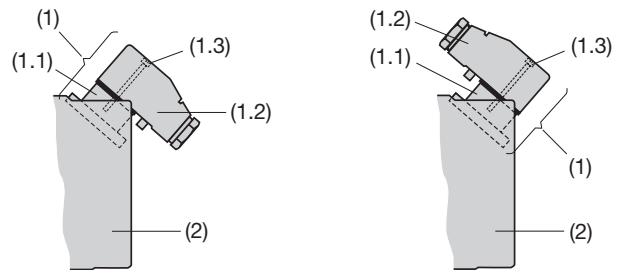

Fig. 1. Parte posteriore (2) con attacco spinato (1).
Il **connettore** (1) è composto da una presa (1.1) montata nella parte posteriore (2) del trasmettitore e di una spina (1.2) per il cavo di connessione che comprende un raccordo PG 11 e 7 viti per fili con sezione di 1 mm². La spina può essere montata in modo che il cavo esca verso la parte posteriore (Fig. 1 a sinistra) o anteriore (Fig. 1, a destra).